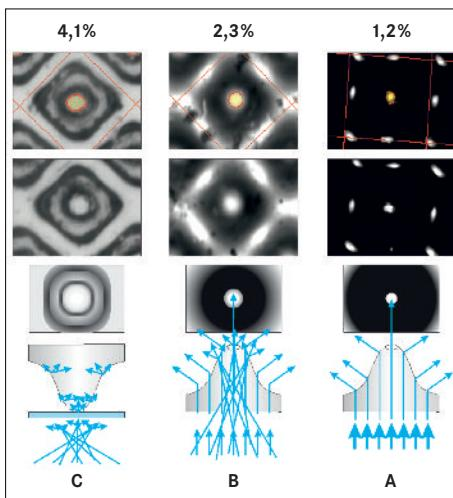

Abbildung 6.3.4 Qualität der Abbildung des Punktplateaus
Punktdurchmesser mit Fadenzähler und Lupe gemessen. Dieses Verfahren ist ungenau, nicht sicher wiederholbar und heute nicht mehr anzuwenden. Die dabei entstehenden Messfehler können 3% und mehr ausmachen. Abbildung 6.3.4 zeigt drei Verfahren mit unterschiedlicher Transmissionsbeleuchtung. Die Betrachtung auf einem Leuchttisch mit druckender Seite nach unten (C) zeigt dabei den größten Punkt. Die beiden dunklen Ringe stellen aber nicht den Punkttrand dar, sondern jenen Bereich der Schulter bzw. des Sockels, bei dem sich die Steigung der Flanken am stärksten ändert. Die Messung ist also ungenau und sagt über die tatsächliche Plateaugröße nichts aus. Das Beispiel rechts (A) zeigt die optische Anordnung, die im Flex³Pro eingesetzt wird. Diese Anordnung führt zur genauesten Abgrenzung zwischen Plateau und Schulterbereich und deshalb zu den genauesten und wiederholbaren Messwerten. Die Abbildung in der Mitte (B) zeigt eine Messtechnik minderer Qualität.